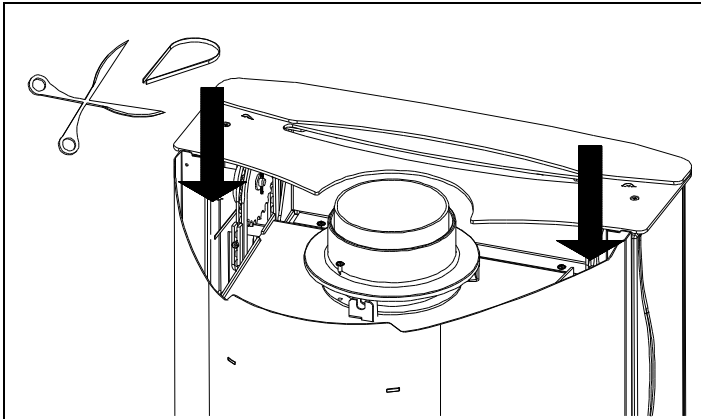

Figura 11
- rimuovere le fascette di plastica che bloccano i contrappesi per il sollevamento della porta situate all'interno della stufa nei punti indicati in Figura 11;